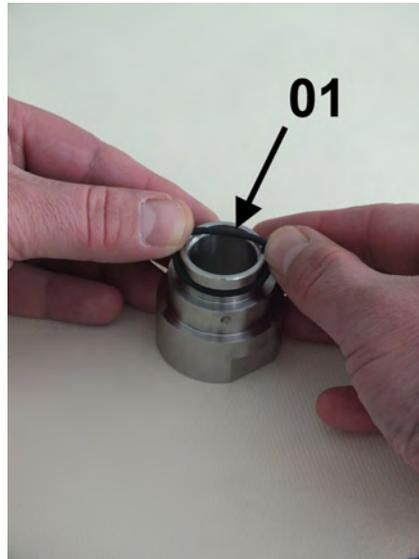
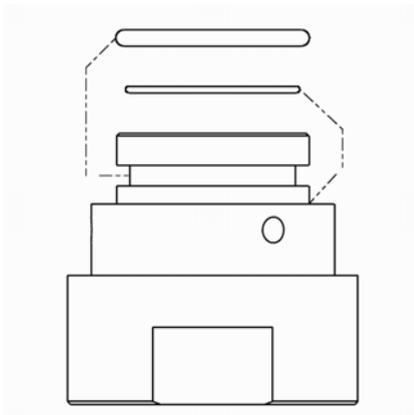

Abb. 40: O-Ring (Dichtung)
Abb. 42: Position der O-Ringe
1. ➤ O-Ring (Dichtung) vorsichtig auf die Verschraubung aufziehen (Abb. 40/01), so dass er im oberen O-Ringsitz der Verschraubung sitzt (Abb. 42). Dabei darauf achten, dass der O-Ring nicht überdehnt wird
2. ➤ O-Ring (Glaspuffer) vorsichtig auf die Verschraubung aufziehen (Abb. 41/01), so dass er im unteren O-Ringsitz der Verschraubung sitzt (Abb. 42). Dabei darauf achten, dass der O-Ring nicht überdehnt wird